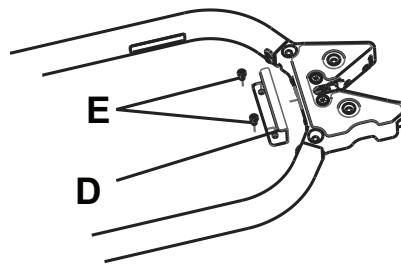

Рисунок 11 – Пластина защелки
1. С помощью шестигранного ключа М6 установите пластину защелки (610000010015) (D) из комплекта поставки и два болта с головкой под шестигранник М6 (E) (не входят в комплект поставки) непосредственно за защелкой фиксатора каталки (Рисунок 11).